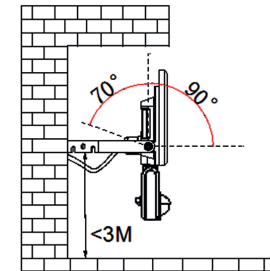

Bild 3
- Den LED-Strahler an den Halter mit Schrauben, Unterlegscheiben und Zahnscheiben (Bild 1 ②) anschrauben. Den LED-Strahler ausrichten (Bild 3) und die Schrauben (Bild 1 ②) anziehen.